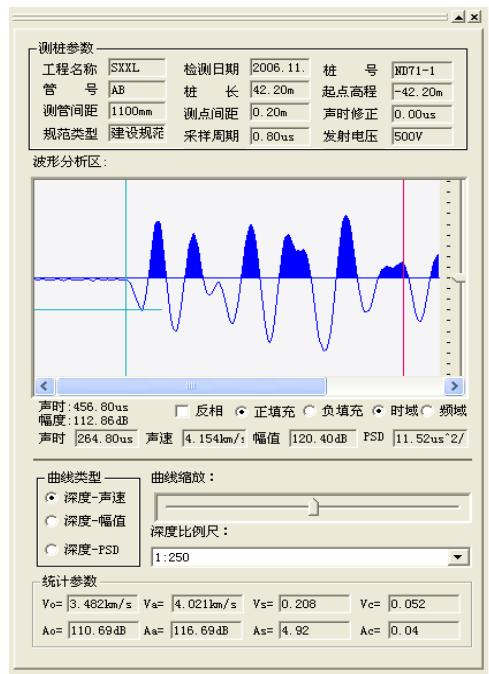

图 4.14 控制面板
控制面板显示已打开文件的当前检测面的相关信息并可对数据窗口、结果曲线窗口及波形窗口选中的波形进行单波分析。同时显示经过计算后当前测面的统计参数、对结果曲线进行缩放及设置不同深度比例尺(如图 4.14 所示)。
**波形分析区:** 用于对当前被选波形进行分析(如图 4.14 所示),在波形分析区内,粉绿色的线表示波形的首波声时判读线,当游标移动到合适的位置后点击鼠标左键,可重新确定该波形的首波声时及首波幅度,红色的线则表示游标,当在波形分析区内移动鼠标时,游标也随之移动,并且在波形分析区左下方显示游标当前位置所对应的声时。用户也可以对波形进行反相、正填充、负填充、缩放及对波形进行频谱分析。在**声时**、**声速**、**幅值**及 **psd** 后面的编辑框内则显示当前波形的相关参数。